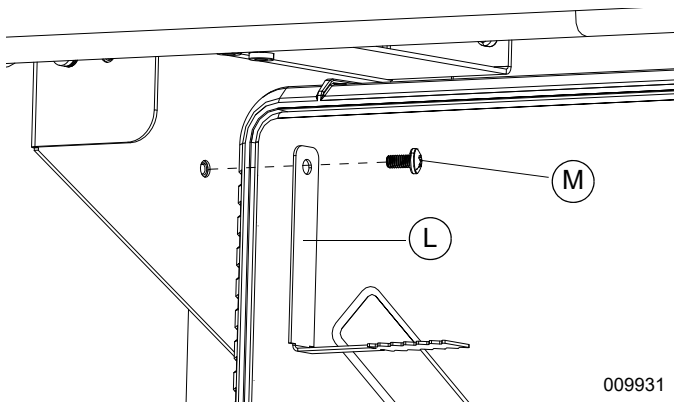

Figura 4-22. Instalación de las lengüetas de conexión a tierra superiores
3. Consulte la **Figura 4-22**. Instale las lengüetas de conexión a tierra (L) en ambos lados de la parte superior del módulo.
4. Fije cada lengüeta de conexión a tierra con un tornillo SEMS M4x8 mm (M) y apriete a 13 lb-pulg. (1,47 Nm).